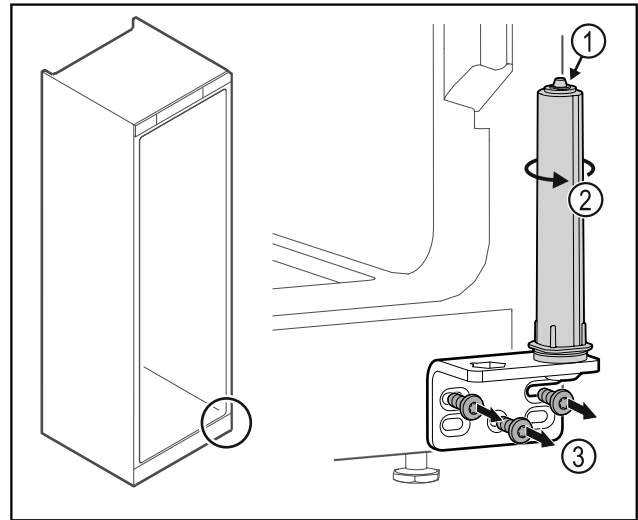

Fig. 40
- Türschließsystem nicht zerlegen Fig. 40 (1).
- Schließsystem Fig. 40 (2) drehen, bis es klickt.
- Scharnierwinkel Fig. 40 (3) abschrauben.